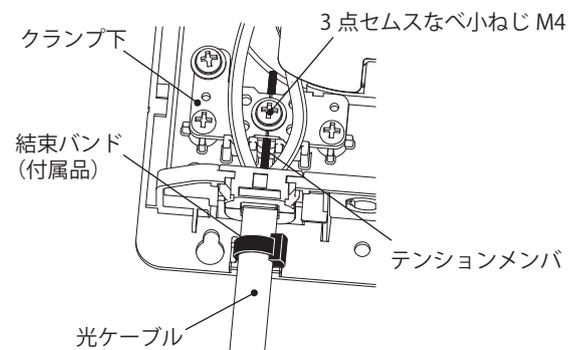

図 4
3. 光ケーブルを付属の結束バンドで固定してください。(図 4)